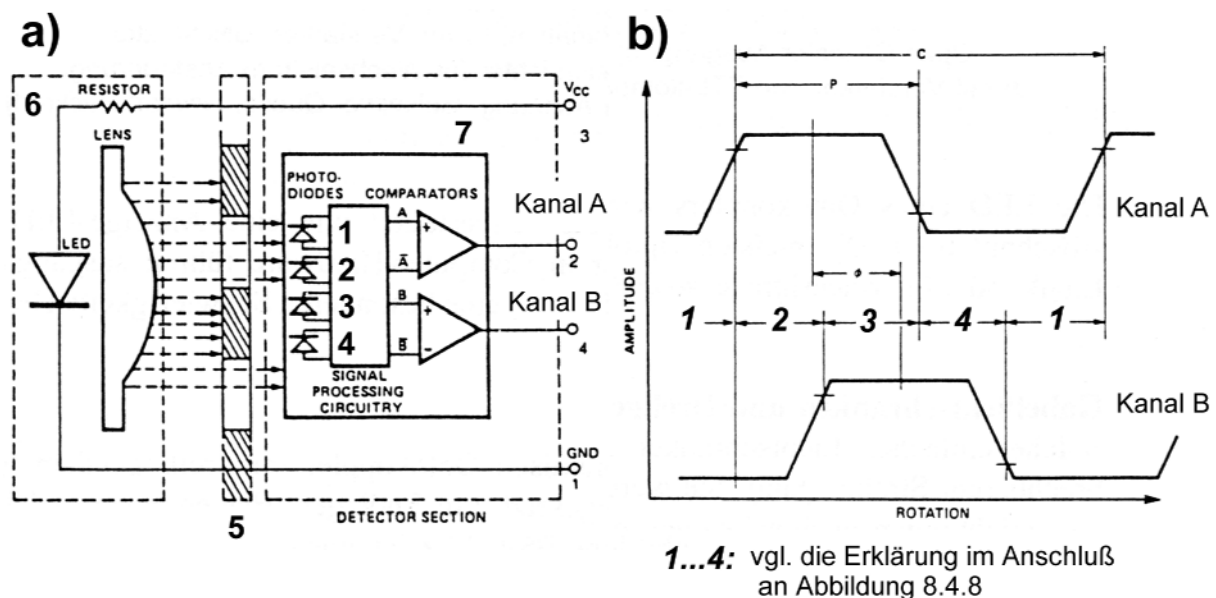
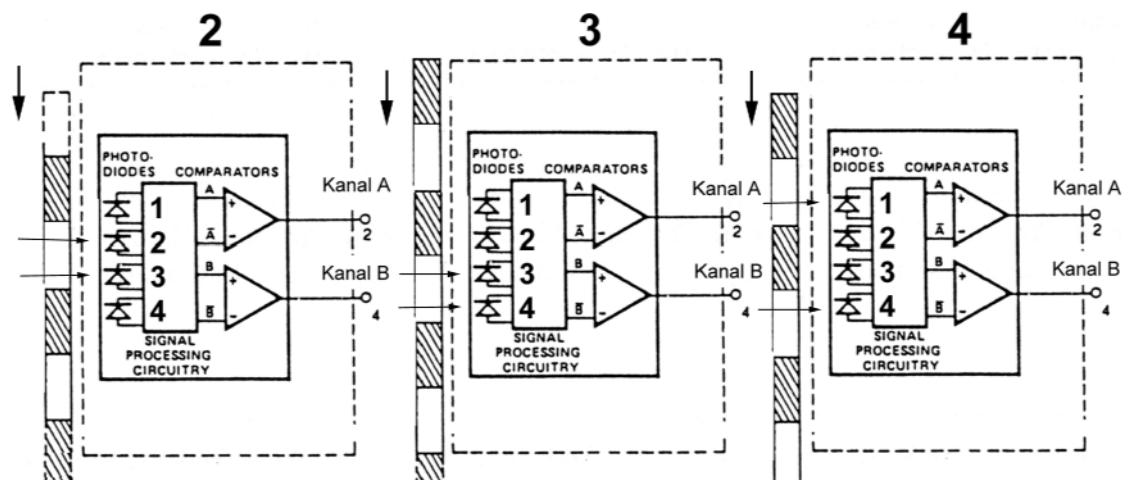

Abbildung 8.4.7 Bewegungs- und Drehrichtungsgeber. Ein Praxisbeispiel (Hewlett-Packard)
Abbildung 8.4.8 Ablaufbeispiel zur Erklärung der Wirkungsweise
Die Signalfolge soll anhand eines Beispiels erklärt werden. Abbildung 8.4.8 ergänzt Abbildung 8.4.7 um die weiteren Bewegungsabschnitte. Wir nehmen folgende Signalbelegungen an:
- 1) Grundzustand gemäß Abbildung 8.4.7: $A = 0$, $B = 0$.
- 4) nachfolgend erhält Photodiode 1 Licht. Die Photodioden 2 und 3 bleiben verdeckt, und Photodiode 4 erhält Licht. $A = 0$, $B = 1$. Bewegt sich die Codescheibe weiter, ergibt sich wieder der Grundzustand gemäß Abbildung 8.4.7.